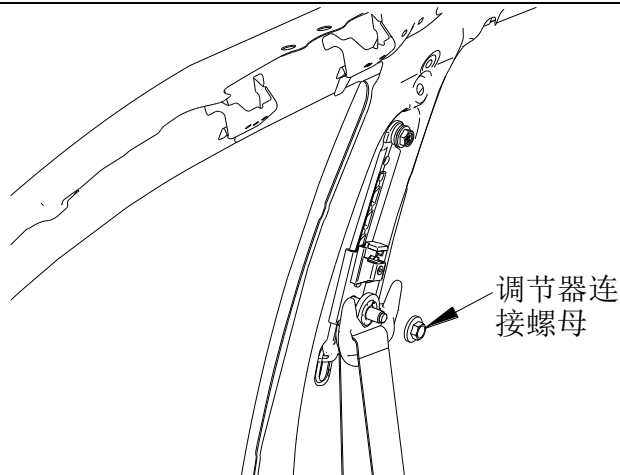

图 1-2
5、将 B 柱上护板拆除，然后拆卸调节器连接螺母，拆下导向件。螺母拧紧力矩  $45\text{N}\cdot\text{m}$ （图 1-2）。